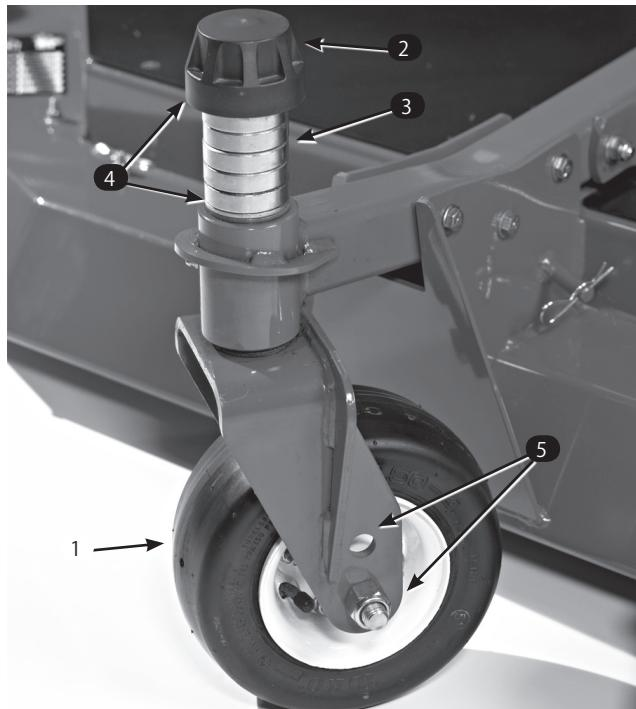
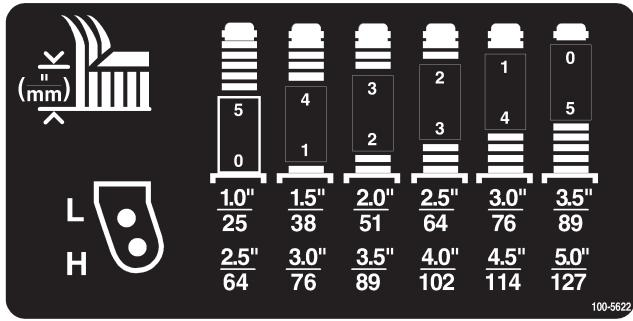

図5
図11
1. スピンドル・シャフトからテンショニング・キャップを取り、スペーサとスラスト・ワッシャを抜き出す(図5)。
2. 希望する刈高に合わせてキャスター・スピンドルにスペーサを通す;図11を参照。スピンドルにスラスト・ワッシャを通して、キャスター・スピンドルをキャスター・アームに通す。もう一枚のスラスト・ワッシャと残りのスペーサをスピンドルに通し、テンショニング・キャップで固定する(図5)。
2. 左右のキャスター・フォークの同じ穴にキャスター・ホイールの軸をセットする。どの穴にセットするかは、図11を参照のこと。
スペーサの組み合わせ方法については、図11を参照のこと。